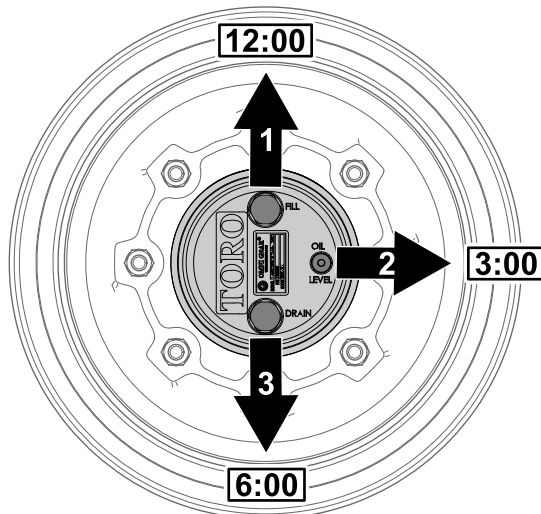

Figure 100
1. Garez la machine sur une surface plane et horizontale, tournez la roue de sorte que le bouchon de remplissage soit à la position 12 heures, le bouchon de contrôle soit à la position 3 heures et le bouchon de vidange soit à la position 6 heures (Figure 100).
2. Retirez le bouchon de contrôle à la position 3 heures (Figure 100).
1. Garez la machine sur une surface plane et horizontale, tournez la roue de sorte que le bouchon de remplissage soit à la position 12 heures, le bouchon de contrôle soit à la position 3 heures et le bouchon de vidange soit à la position 6 heures ; voir Figure 100 sous Contrôle du niveau de lubrifiant du train planétaire (page 67).